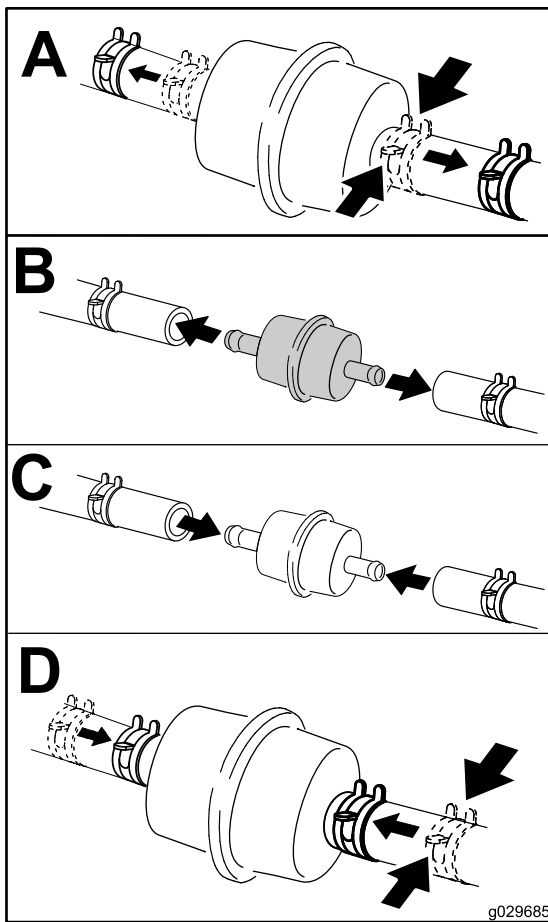

Figure 44
6. Placez un bac de vidange propre sous le filtre à carburant et remplacez le filtre à carburant comme montré à la Figure 44.